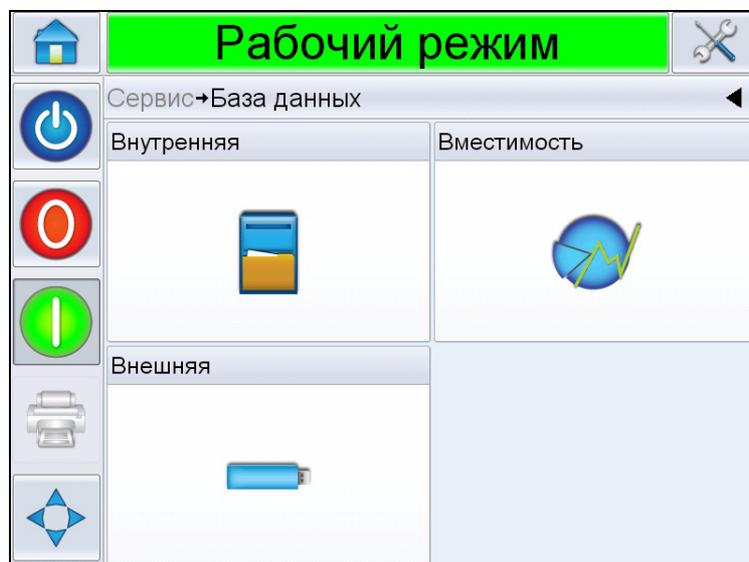

Рис. 6-13: Внешняя база данных
- 3 Откройте страницу *Инструменты* > *Базы данных* . Страница базы данных отображает *Внешнюю* базу данных (Рис. 6-13).